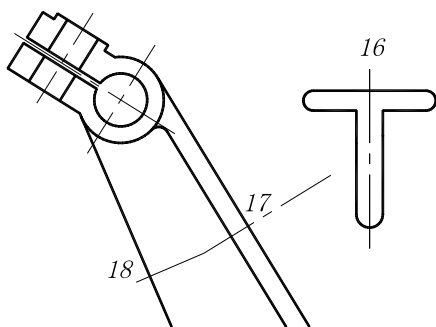

图 7-24 绘制对称线和垂线
(8) 在主视图中间绘制两条垂直于切线的中心线 17、18, 并用夹点操作拉伸合适的长度。如图 7-24 所示。